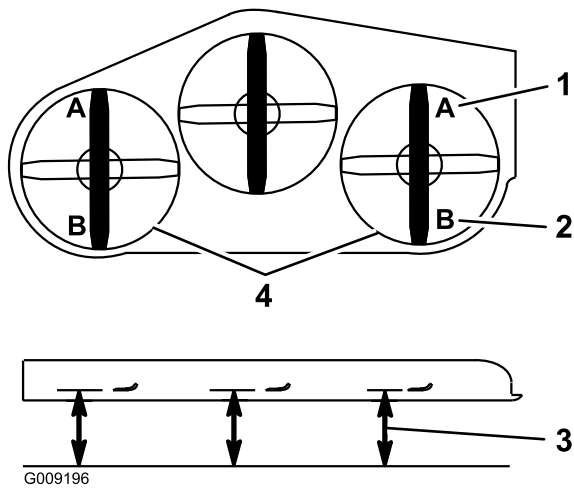

Bild 88
Hinweis: Der Wert sollte 7,6 mm sein, siehe Bild 88.
15. Messen Sie an beiden Seiten des Mähwerks den Abstand von der ebenen Fläche bis zur hinteren Messerspitze (Stellung B). Der Wert sollte 8,3 cm sein, siehe Bild 88.